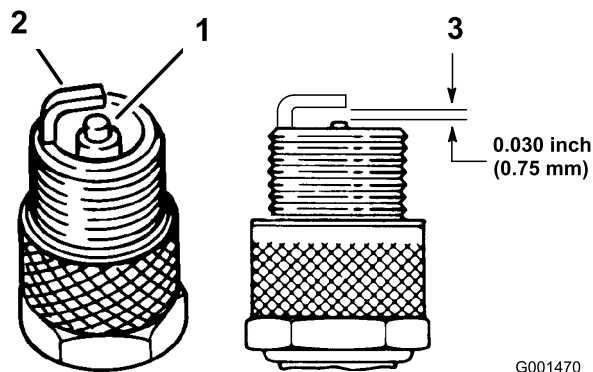

Figure 26
1. Examinez le centre des bougies (Figure 26). Si le bec de l'isolateur est recouvert d'un léger dépôt gris ou brun, le moteur fonctionne correctement. S'il est recouvert d'un dépôt noir, cela signifie généralement que le filtre à air est encrassé.
3. Contrôlez l'écartement entre l'électrode centrale et l'électrode latérale (Figure 26). Courbez l'électrode latérale (Figure 26) si l'écartement est incorrect.
3. Connectez les bougies (Figure 26).